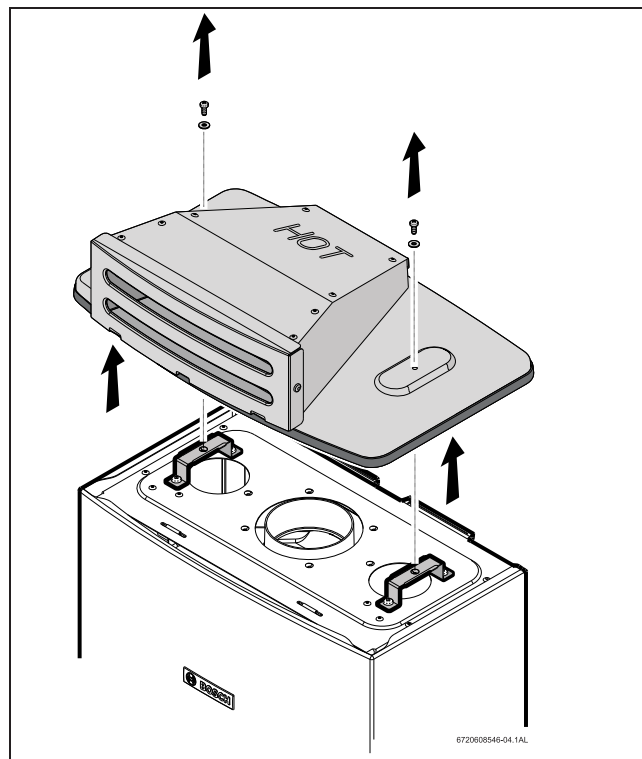

Рис. 2 Демонтаж вентиляционной крышки для внешнего монтажа (только при монтаже вне здания)
- 4. Ослабьте два винта в верхней части прибора и снимите вентиляционную крышку для внешнего монтажа (только при монтаже вне здания), см. рис. 2.